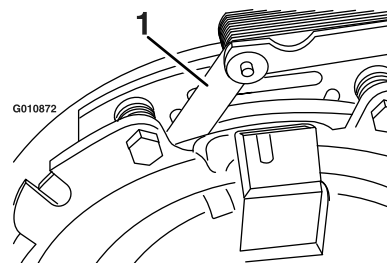

**Figura 75**
- B. Utilizando um alicate de pontas finas, ou com a mão, prenda a patilha e retire o calço (Figura 75).